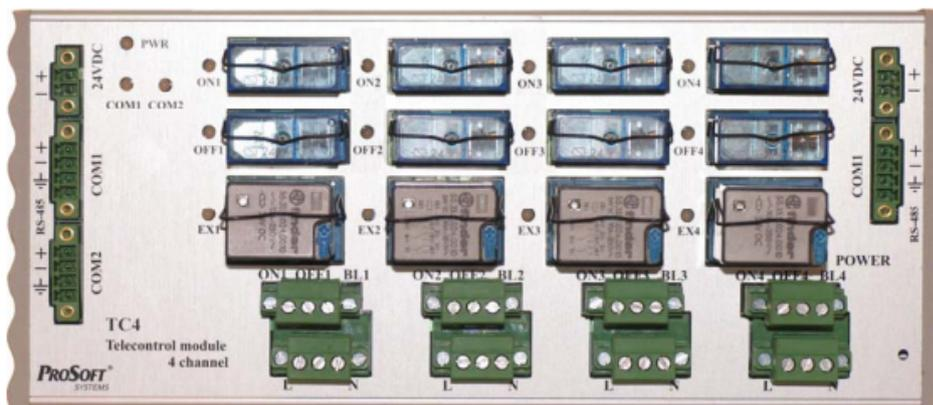

Рисунок 1 – Габаритный чертеж ТС4
1.2.3.4 Порты и разъемы расположены на лицевой панели корпуса (рисунок 1).
1.2.4.2 Индикаторы размещены на лицевой панели ТС4 (рисунок 1).